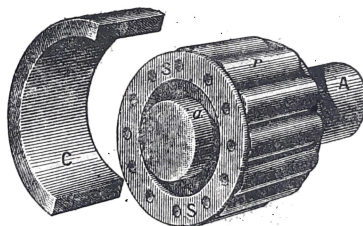

Fig. 147. — Schema di un cuscinetto a rulli:
2. Si è tentato di rimediare a questo inconveniente con *supporto a rullo* (fig. 147). La parte dell'albero *A* è collocata in un complesso *S* di piccoli ci-